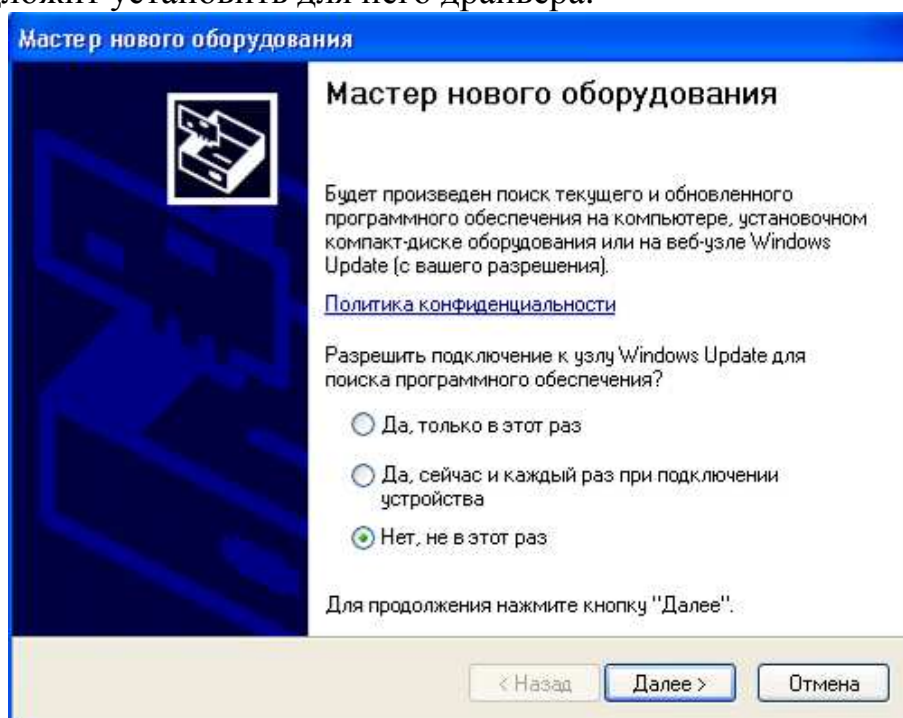

Рис.3
5) Операционная система компьютера (показано на примере MS Windows XP) определит, что к системе было подключено неопознанное устройство (см. Рис.3) и предложит установить для него драйвера.